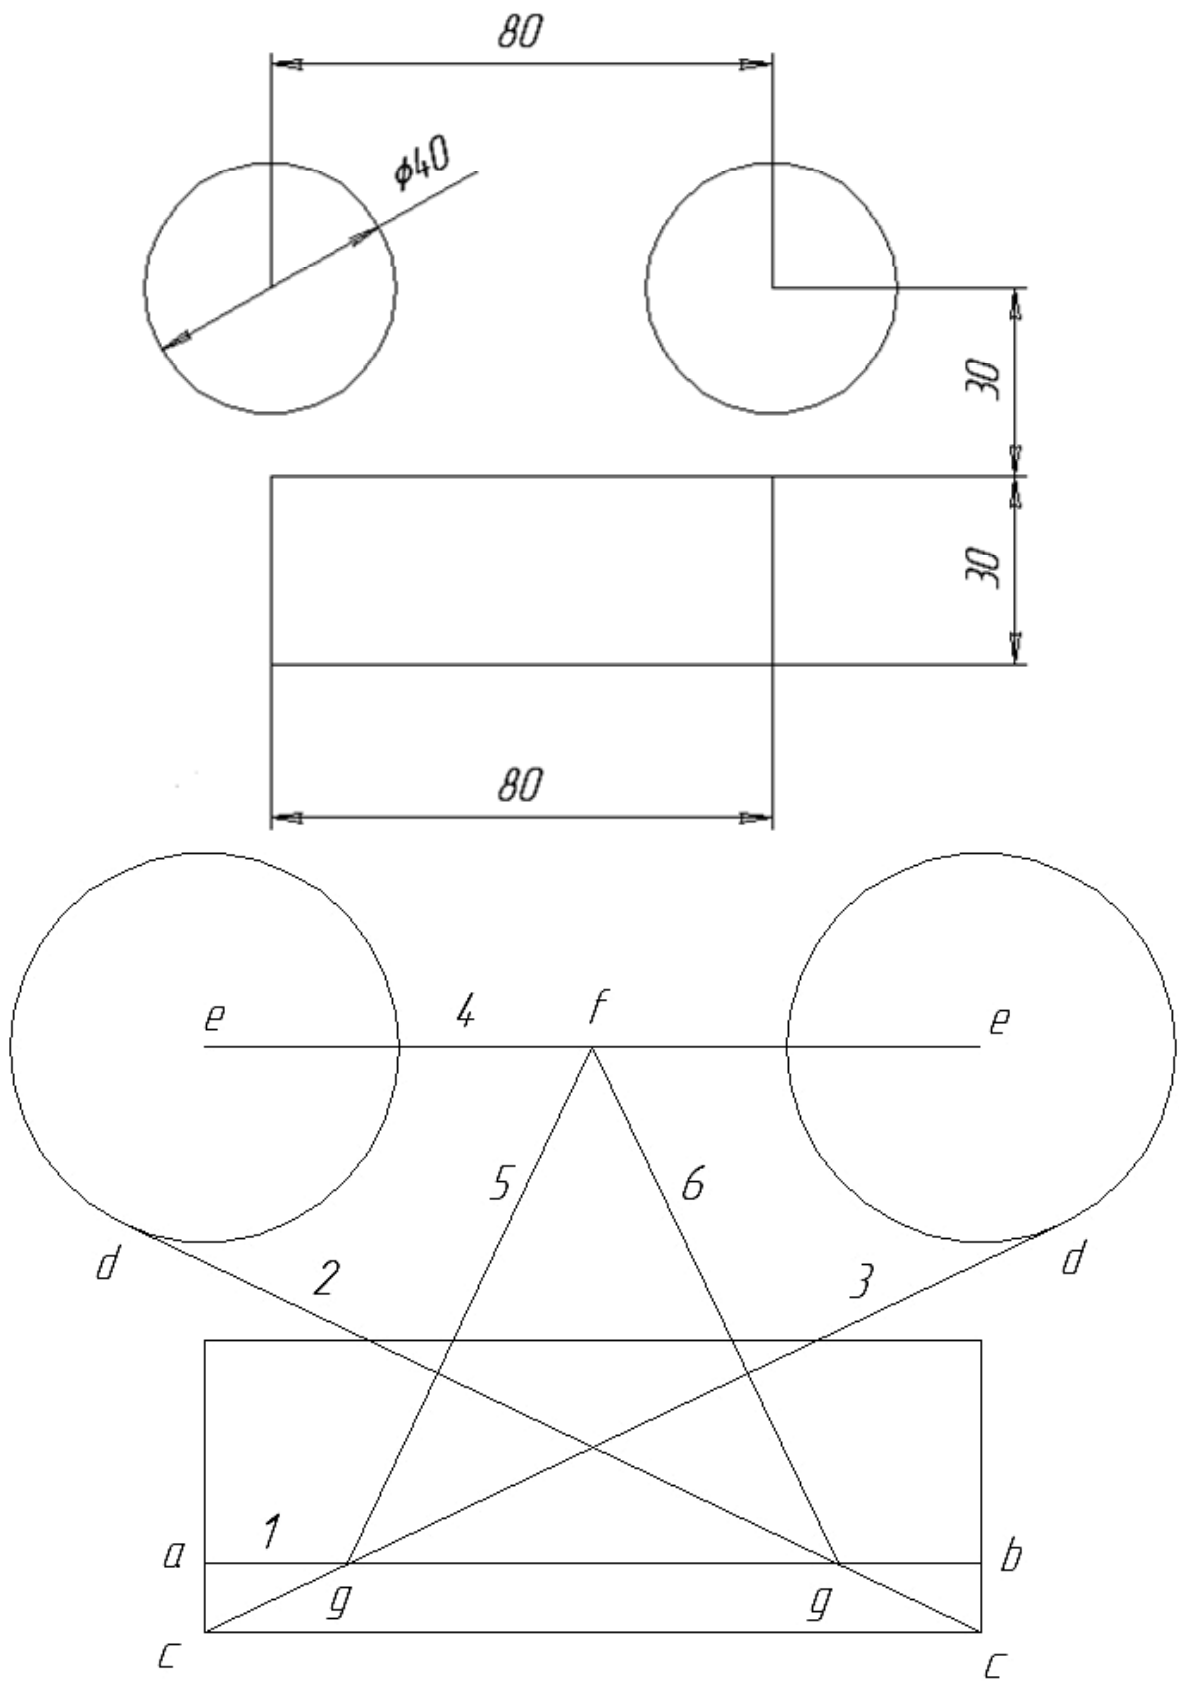

Рис. 4
Задание 8. Построить 6 отрезков, используя глобальные привязки (рис. 4).
13. Обвести контур (рис. 4б):